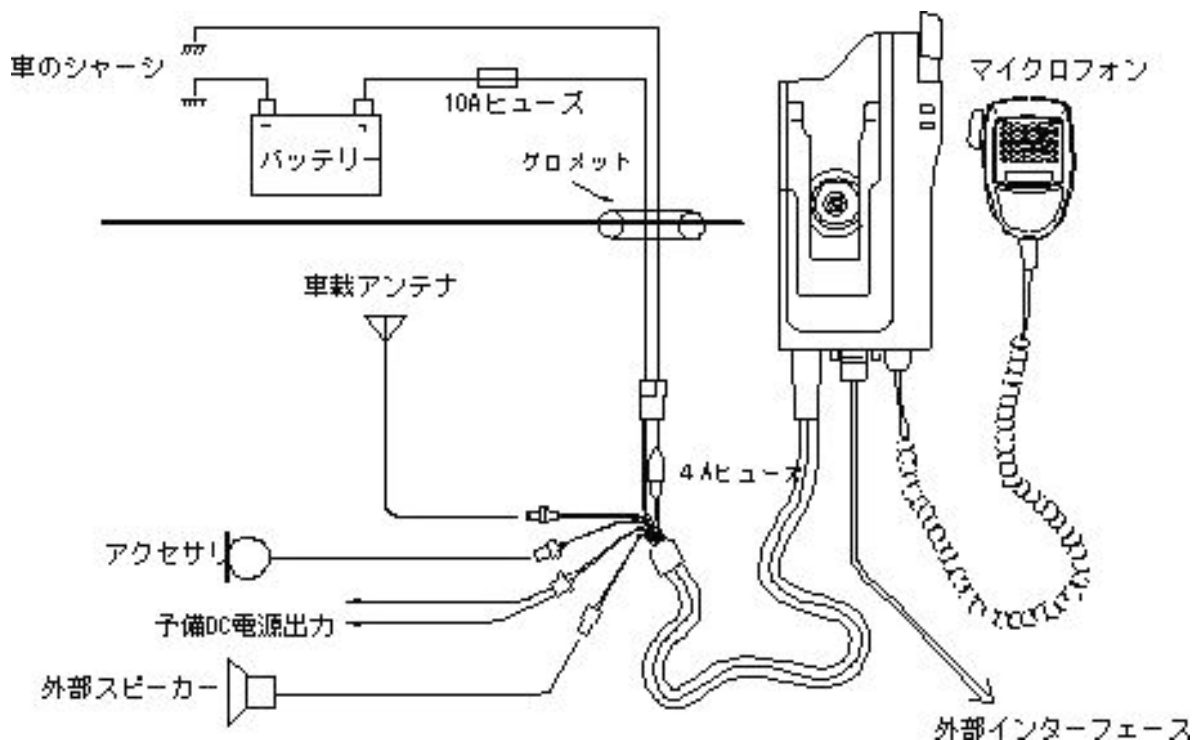
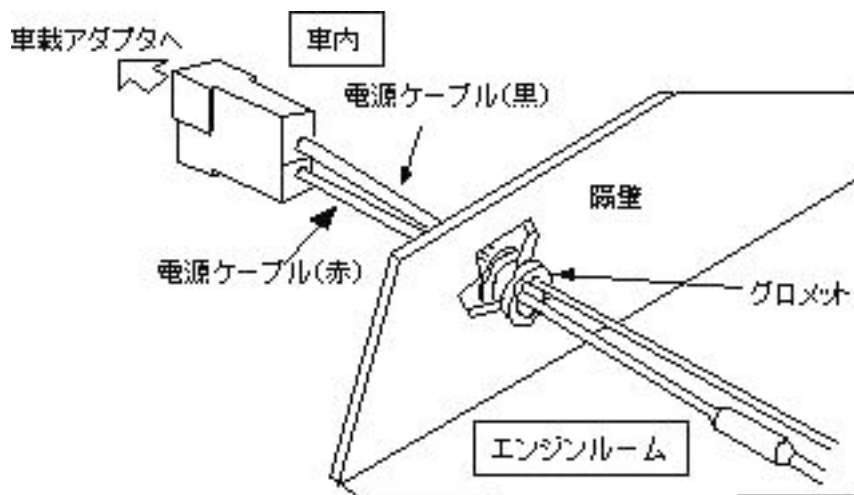
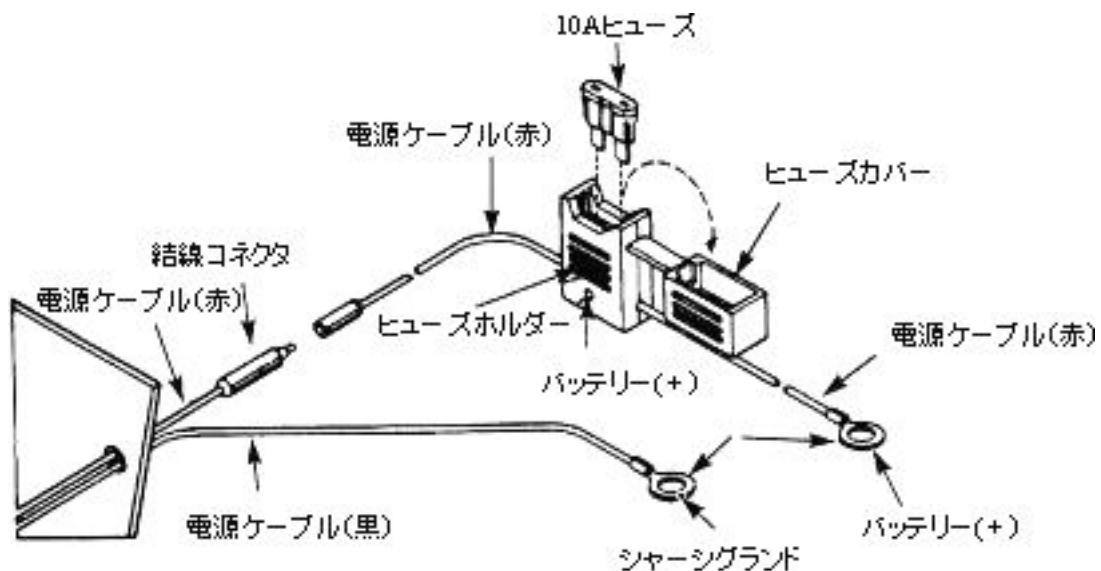

図 1-4 車載アダプタからの配線図
図1-5 エンジンルーム内のバッテリーへの接続
図1-6 電源ケーブルの配線
車載アダプタから出ているバラ端子ケーブルへの雄コネクタの取り付け、及び用意した車内配線用のケーブルへの圧着端子の圧着作業、雌コネクタへの差し込みを行う前に、図1-4、図1-5 および図1-6を参照し、引き回しのための注意事項を確認し、車内配線用のケーブル長を決定してください。
同様に、はさまる、こすれる、誤って引っ掛ける恐れがある部分へのケーブルの引き回しは結束バンド、保護チューブ等を使用し、必ず経年変化も考慮して保護してください。車載アダプタには、車載アダプタ本体を保護するために電源ケーブル(赤)に4Aのヒューズが接続されていますが、突発的なショート等に備えて車のバッテリー側にもう1つヒューズを必ず入れてください。(図1-4を参照)
3. 車載アダプタ側の電源ケーブル端に、端子の圧着、雌コネクタへの装着を行い、車内から隔壁の穴を通してエンジンルームへ電源ケーブルを引き入れます。ケーブルに付属の卵ラグは、この時点では使いませんので圧着せずに作業を行ってください。(図1-5を参照)
6. ヒューズ・ホルダはバッテリーにできるだけ近接し、かつエンジンの発熱からできるだけ避けることのできる場所を見つけて配線してください。必要に応じて別の接続ケーブルを追加する等の処置を行ってください。GK6270の電源ケーブル(赤)は、配線が容易なように2本に別れており、エンジンルームに引き込んだケーブル(赤)とヒューズホルダ付きのケーブル(赤)をそれぞれの結線コネクタで接続してください。ヒューズホルダ付きのケーブル(赤)の他端には卵ラグを圧着してください。(図1-6を参照)
9. すべての配線を終えたら、最後に配線を十分確認しヒューズ・ホルダにヒューズを差し込んでください (図1-6 を参照)。